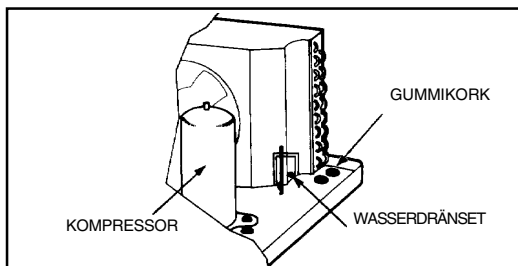

Abbildung 14 - Position des Gummikorks in der Unterschale
Der Dränset ist auf der Abbildung 14 ersichtlich. Entfernen Sie den Set und installieren Sie ihn.
- b. Entfernen Sie den Gummibolzen (den höheren) von dem Dränbeschlag in der Chassisunterseite. Siehe Abbildung 14.